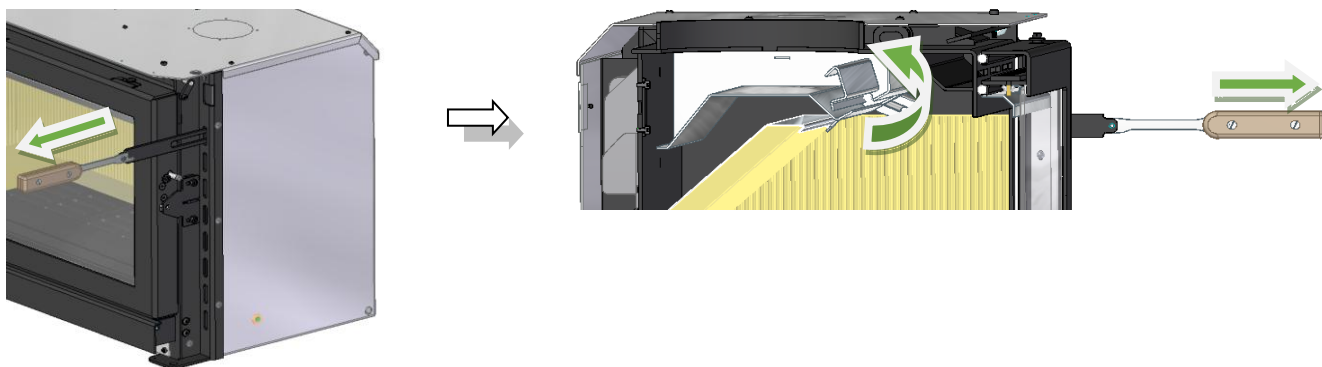
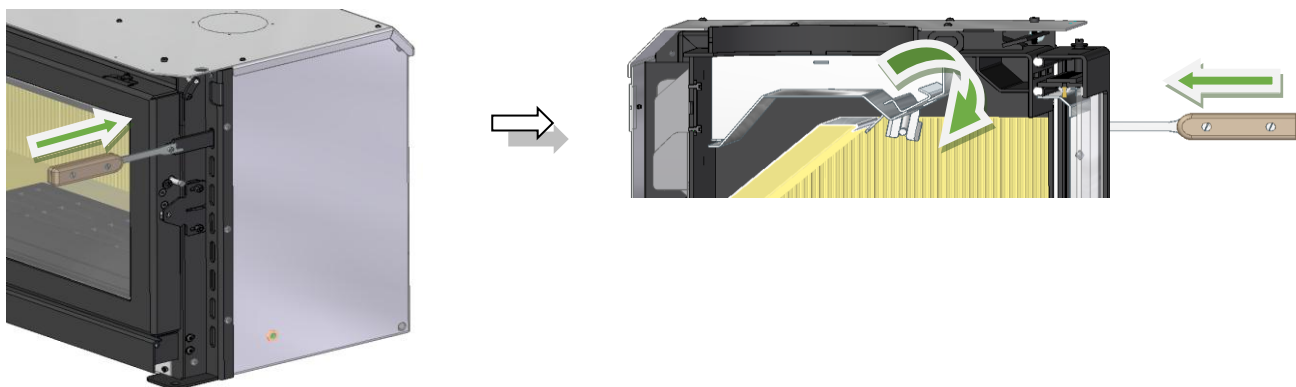

Figura 31 – Apertura de la tapa de humos
Figura 32 – Cierre de la tapa de humos
Controla el paso/salida del humo al abrir la puerta, es decir, cuando el aparato está en funcionamiento y quiere rellenarlo con más leña, antes de abrir la puerta, tire del tirador hacia usted. Esto permitirá un mayor y más fácil paso de los humos a través del cuello de la chimenea, evitando el retorno de los humos de la unidad a la sala circundante, ver Figura 31 y Figura 32.
4. Abra el control de entrada de aire de combustión primario, deje la puerta entreabierta para que el encendido sea más rápido y abra la tapa de humos, véase la Figura 31;